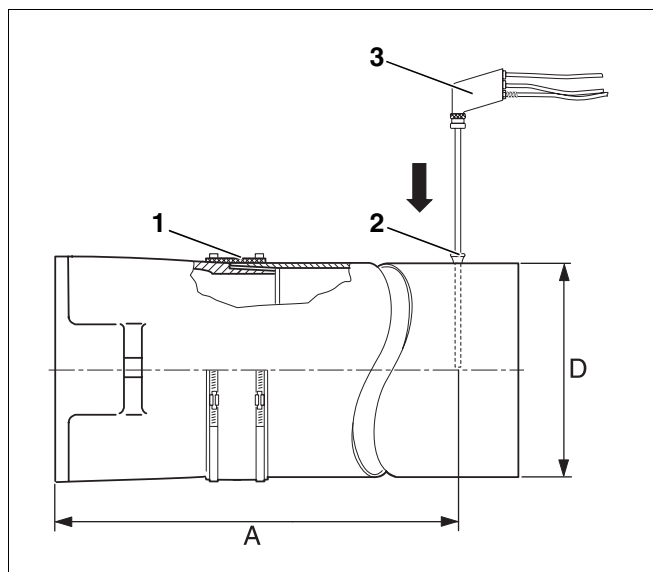

Рис. 17 Проведение замеров
Замеры производятся в дымовой трубе. Отверстие для замеров (муфта; рис. 17, поз. 2) должно находиться на расстоянии "А" (примерно два диаметра дымовой трубы "D") от патрубка дымовых газов (рис. 17). Если сразу после отопительного котла установлено колено для соединения с системой отвода дымовых газов, то замеры нужно производить до этого колена.
Мы рекомендуем установить уплотнительную манжету (рис. 17, поз. 1) для соединения котла с дымовой трубой.
- Опустить измерительный зонд (рис. 17, поз. 3) в центр потока (середина трубы), здесь дымовые газы имеют наивысшую температуру.